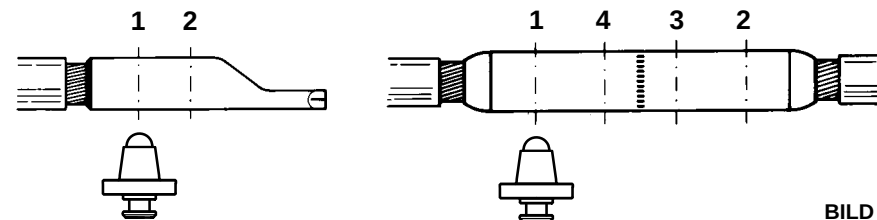

BILD 1
- Den Stempel **PS 130.../E** (92) in den Adapter **AU 231-PS/E** (90) durch Betätigen des Arretierungsknopfes (83) einrasten lassen.
- Den Kabelschuh bzw. Verbinder in die Presseinsatzschale (93) einlegen und mit Hilfe der Nuten an der Oberseite der Presseinsatzschale in der Gabel des Kopfes an den Zapfen (8) positionieren.
- Die Pumpe betätigen und mit dem Verpressen der Kabelschuhe bzw. Verbinder beginnen. Dabei ist die Reihenfolge (siehe Bild 1) zu beachten.